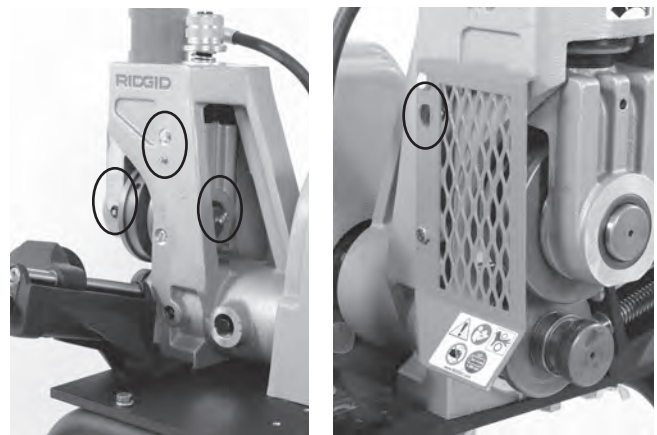

Abbildung 18 - Schmiernippel
- Schmieren Sie das Rollnutgerät an den Schmiernippeln (siehe Abbildung 18). Fügen Sie Fett hinzu, bis eine kleine Menge herausgedrückt wird.